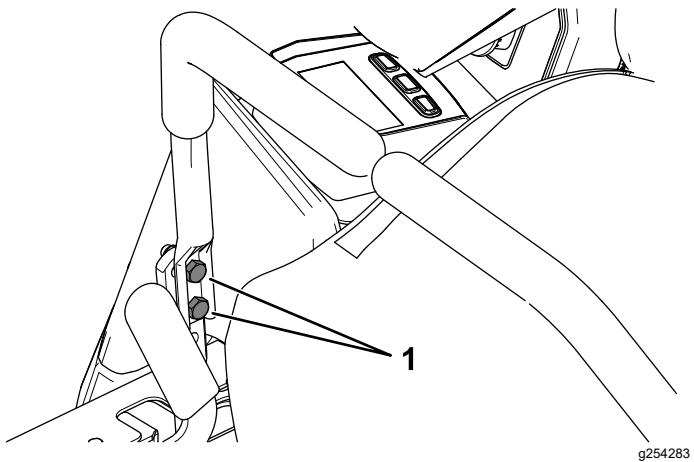

Figura 53
10. Se for necessário alinhamento, desaperte os dois parafusos de montagem das alavancas de controlo de movimento do lado desalinhado (Figura 53).
12. Aperte os dois parafusos de montagem das alavancas de controlo de movimento (**Figura 53**).